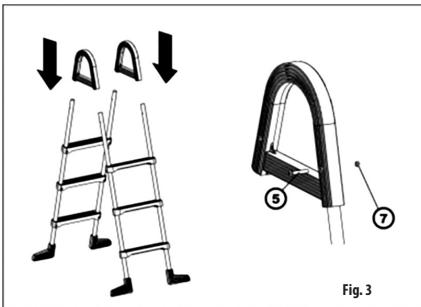

Fig. 3
На собранные лестницы надвиньте пластиковые дуги (2) (Рис. 3), зафиксируйте соответствующими болтами (5); обратите внимание на их ориентацию (головки болтов должны находиться „снаружи“ ступеней).
Inserire i montanti tubolari assemblati negli archi (2) (**Fig. 3**) e fissarli con le viti (5), rispettando la loro direzione; le teste delle viti devono essere rivolte verso l'esterno.